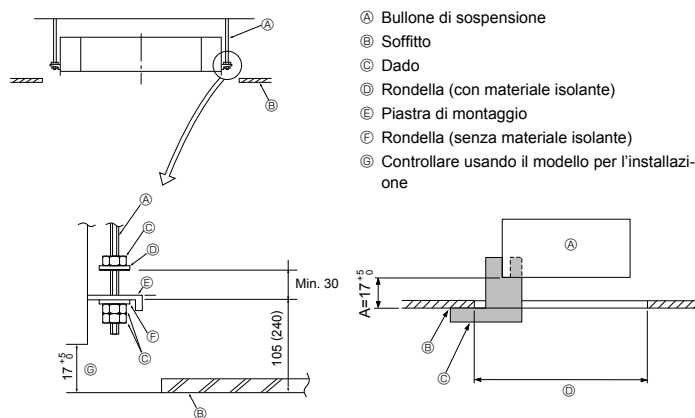

Fig. 2-5
2.5. Procedure per sospendere l'unità (Fig. 2-5)